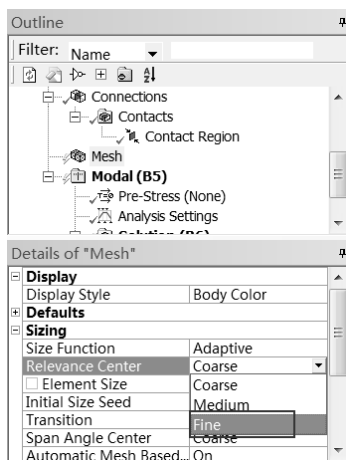

图 7-35 网格设置
Step4 : 选择 Mechanical 界面左侧 Outline (分析树) 中的 Model (B4) Mesh 选项, 如图 7-35 所示, 在下面出现的 Details of “Mesh” 面板的 Sizing Relevance Center 中选择 Fine。